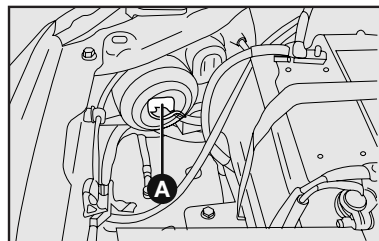
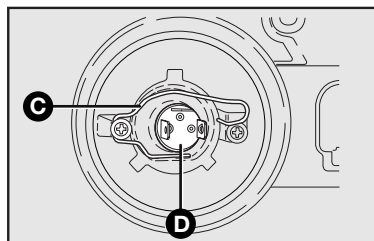

fig. 30
fig. 32
- 1) soltar el conector **A-fig. 30** de alimentación de la lámpara;
- 3) quitar el portalámparas **D-fig. 32** presionando la presilla **C-fig. 32** y abriéndola lateralmente;
- 6) reenganchar la presilla de fijación **C-fig. 32**, colocando por último la tapa plástica **B-fig. 30**;
- 7) recolocar el conector **A-fig. 30**.